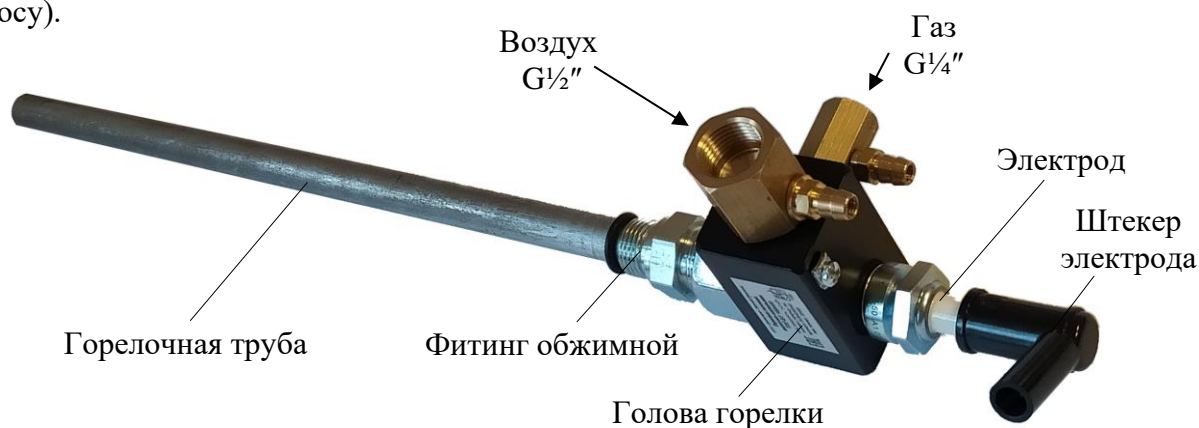
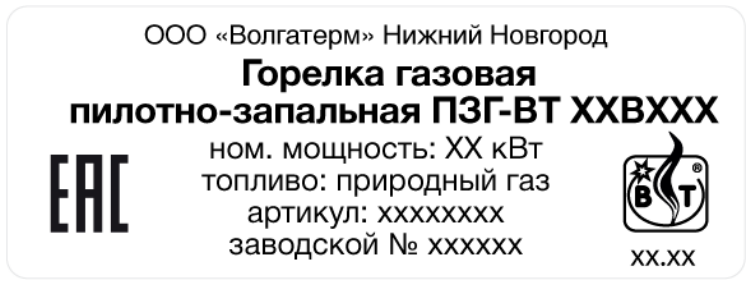

Рисунок 1 – Фото горелки газовой ПЗГ-ВТ
Рисунок 3 – Шильдик горелки ПЗГ-ВТ
1.1.1 Горелки газовые пилотно-запальные ПЗГ-ВТ (рис. 1) с ионизационным контролем предназначены для обеспечения надежного розжига основных газовых горелок во взаимосвязи с автоматами управления горелками. Мощность ПЗГ должна составлять 2 ... 5 % мощности основной горелки.
1.1.8 Группа пилотно-запальных газовых горелок ПЗГ (рис. 1) включает два модельных ряда:
1.1.10 Конструктивное исполнение, номинальная мощность, вид газа и дата изготовления ПЗГ нанесены на шильдике горелки (рис. 3), закрепленном на боковой поверхности головы горелки (см. рис. 1).
2.3.3 Конструктивное исполнение, номинальная мощность, вид газа и дату изготовления смотреть на шильдике горелки, представленном на рис. 3. Шильдик горелки закреплен на боковой поверхности головы горелки (см. рис. 1).